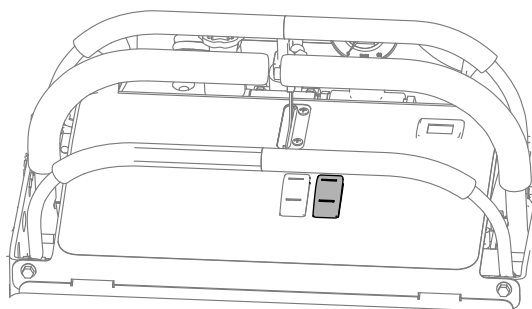

Bild 20
2. Schalten Sie die Sprühpumpe ein (Bild 20).